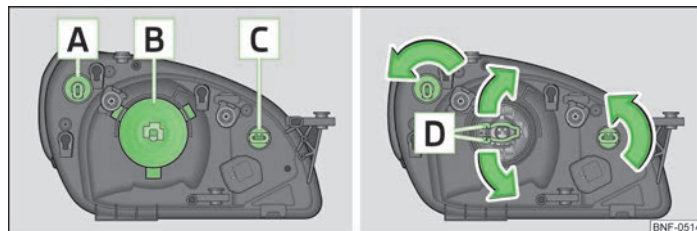

Bild 122 Strålkastare vänster - motorrum: Arrangemang/lampdemontering
A - Blinkers fram » bild 122
- › Vrid lamphållaren **A** » bild 122 tills det tar stopp **moturs** och ta ur den.
- › Lossa kontakten på glödlampen **B** » bild 122.
- › Vrid lamphållaren **C** » bild 122 tills det tar stopp **moturs** och ta ur den.